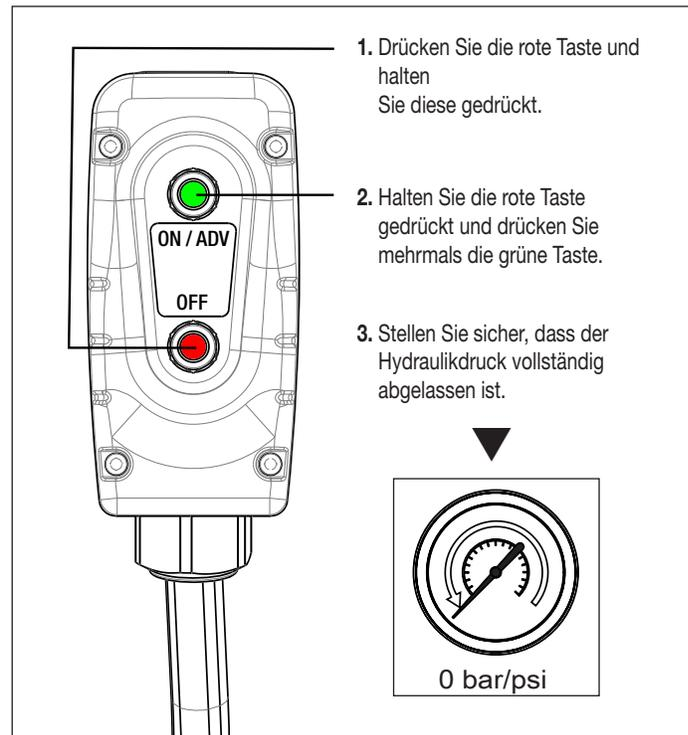

Abbildung 9: Hydraulikdruck ablassen
- Drücken und halten Sie die rote OFF-Taste, während Sie die grüne ON/ADV-Taste mehrmals drücken und wieder loslassen. Siehe Abbildung 9.
- Stellen Sie sicher, dass das Druckmanometer Null (0) bar/psi anzeigt. Lassen Sie dann die rote OFF-Taste los.